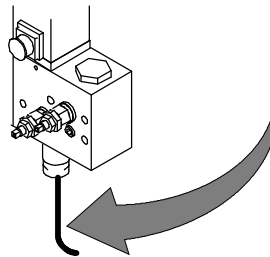

Fig. 26
a) La rupture du câble d'acier (code 01001567, tav. 5-6-7) provoque la montée d'immédiat du bras au-delà de la limite maximum (Fig. 26). Il faut éteindre le moteur d'immédiat et remplacer la pièce endommagée.